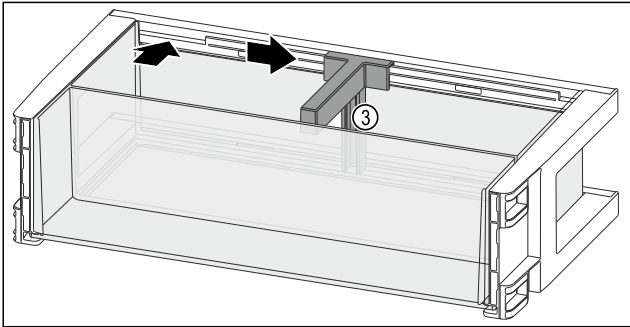

Fig. 126
- ▶ 将瓶托 Fig. 126 (3) 装入槽中。
- ▶ 将瓶托 Fig. 126 (3) 推至一侧的所需位置。